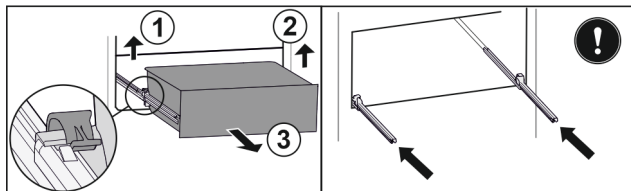

Fig. 168
- Ngrini lart kapësen e majtë dhe në të njëjtën kohë tërhiqni nga përpara sirtarin e majta. Fig. 168 (1)
- Ngrini lart kapësen e djathtë dhe në të njëjtën kohë tërhiqni nga përpara sirtarin nga e djathta. Fig. 168 (2)
- Hiqeni sirtarin nga përpara. Fig. 168 (3)